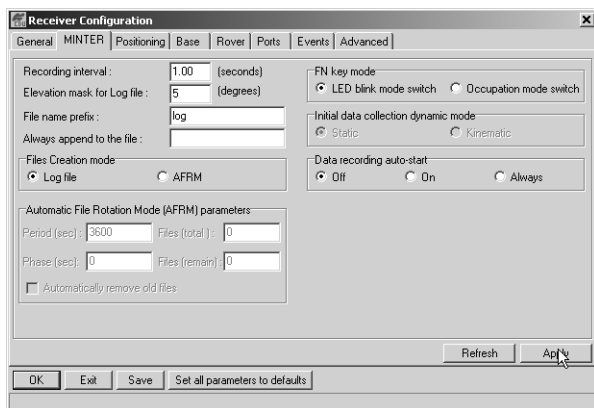

Figura 3-2. Configuration->Receiver->MINTER
2. Abra PC-CDU, haga clic en **Configuration->Receiver ->MINTER** y especifique los siguientes parámetros, después haga clic en Apply (Figura 3-2 en la página 3-8):